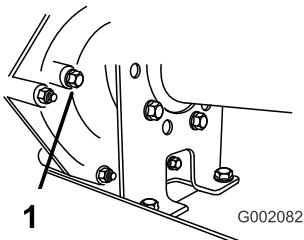

Рисунок 55
2. Выверните болт из отверстия индикации уровня масла (Рисунок 55).